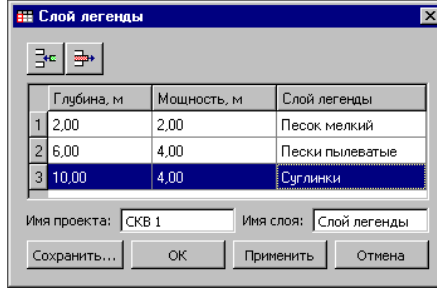

Рис. 7.1
– Активизируйте метод **Редактировать в таблице** . В диалоге **Слой легенды** создайте три интервала с параметрами (рис. 7.1), используя кнопку **Вставить до текущей** , и нажмите **ОК**.